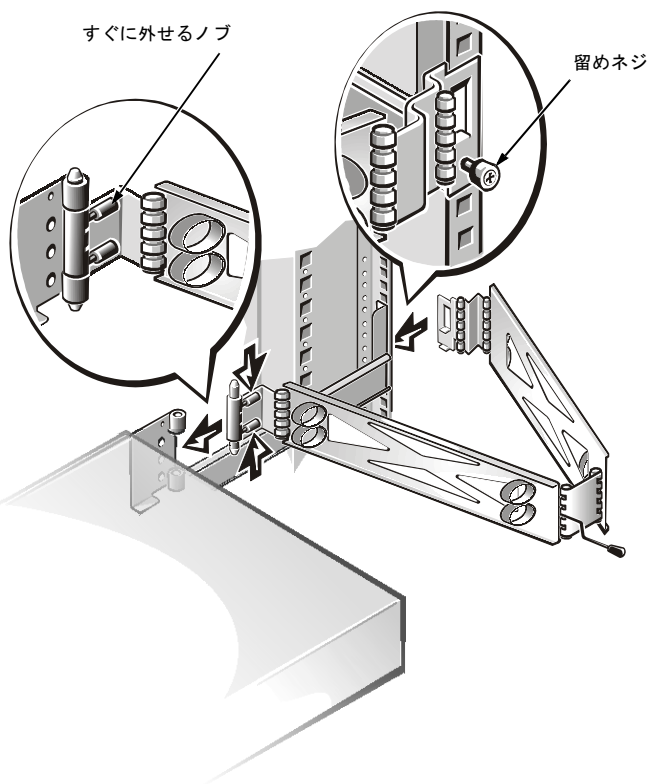

図 2-11 ケーブル処理アームの取り付け
1. ラックキャビネットの背面を手前に向け、スライドアセンブリの後部にある長穴を探して、ケーブル処理アームの端（ブラケットと留めネジが付いている側）を右側の縦レールに固定します（図 2-11 参照）。
3. ケーブル処理アームの固定されていない方の端にすぐを外せるノブを押し込みます。二つのヒンジハーフをシステムシャーシ背面のブラケットにアームを取り付けるように合わせます（図 2-11 参照）。